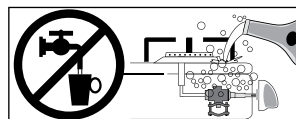

Figura 52
- Durante las labores de limpieza, debe evitarse la caída de agua y jabón dentro de la válvula (Ver figura 52).